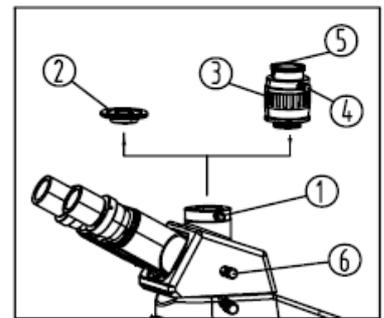

Figura 22
### ■ Configuración de un sistema de vídeo o CCD (figura 22)
1. Afloje el tornillo de sujeción (1) del cabezal triocular y quite la tapa de protección (2) (Figura 22).
2. Quite la tapa (5) del adaptador de vídeo o CCD, acople dicho adaptador en el tubo recto vertical del cabezal del microscopio, y apriete el tornillo de sujeción (1).
3. Afloje el tornillo de sujeción (4) del adaptador de vídeo (3) y quite la rosca C (5). Acople dicha rosca en la cámara de vídeo o CCD y vuelva a colocar el conjunto en el adaptador de vídeo (3). Por último, apriete el tornillo de sujeción (4)
4. Extraiga completamente la palanca de desviación de luz (6) para permitir el paso de la luz al tubo recto vertical.